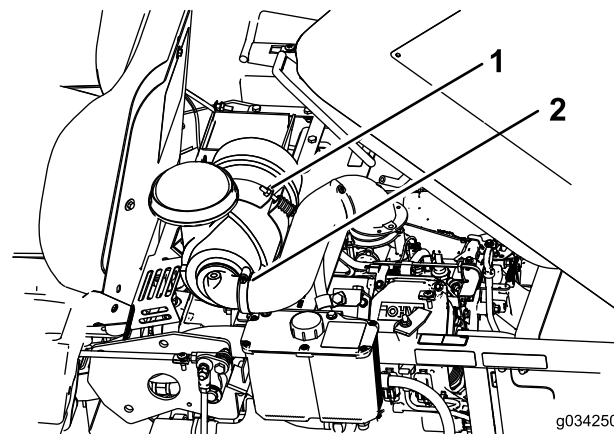

Figure 29
- Desserrez le boulon de fixation du filtre à air (Figure 29).
- Desserrez le collier de maintien du flexible et déposez le filtre à air (Figure 29).